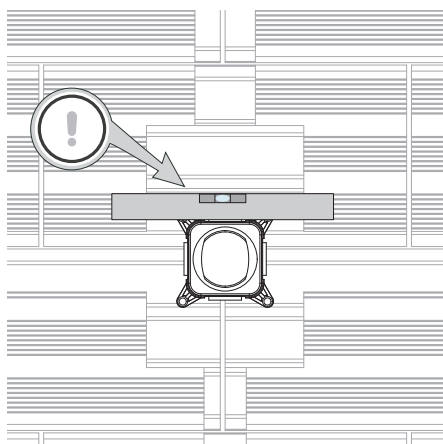
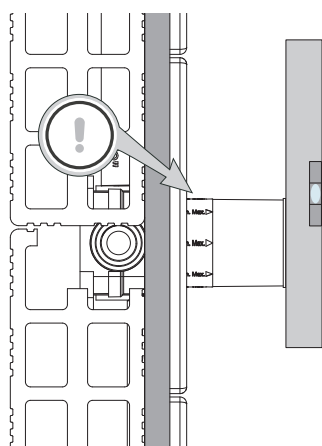
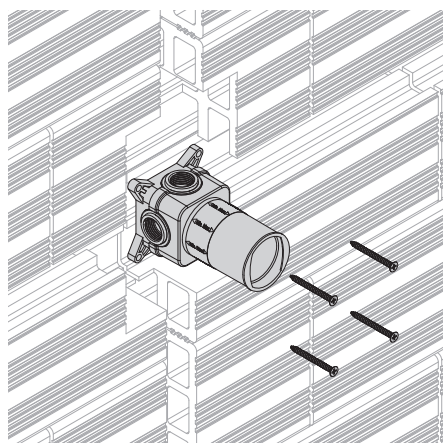

fig. 1
fig. 2
fig. 3
Posizionare il corpo incasso sul muro grezzo verificando che il corpo sia perfettamente in bolla (fig.1). Verificare che le quote della parete finita rientrino nelle misure MIN e MAX indicate sul rubinetto (fig.2). Nel caso si verifichi che la quota finita della parete sia superiore alla quota MAX, inserire uno spessore sotto la base di fissaggio del corpo incasso raggiungendo la quota indicata. Nel caso in cui si verifichi che la quota finita della parete sia inferiore alla quota MIN, fare un incasso sulla parete raggiungendo la quota indicata. Procedere con il fissaggio del corpo con le viti incluse nella confezione (fig.3).
Place the built-in part on the unfinished wall, making sure the concealed valve is level (fig.1) Verify that the measurement of the finished wall are within the MIN and MAX measurements indicated on the tap (fig.2). If the finished wall measurement is greater than the MAX measurement, fit a spacer under the fixing base of the concealed valve to reach the indicated measurement. If the finished wall measurement is less than the MIN measurement, make a recess in the wall to reach the indicated measurement. (fig.3).
Positionner le corps à encastrement sur le mur brut en vérifiant que la dimension du mur fini soit comprise dans les dimensions MINI et MAXI indiquées sur le robinet (2). Dans le cas où la dimension finie du mur serait supérieure à la dimension MAXI, insérez une épaisseur sous la base de fixation du corps à encastrement pour atteindre la dimension indiquée. Dans le cas où la dimension finie du mur serait inférieure à la dimension MINI, faire un renforcement dans le mur pour atteindre la dimension indiquée. Procéder à la fixation du corps avec les vis incluses dans le paquet (fig.3).
Den Einbaukörper an der unverputzten Wand positionieren und dabei sicherstellen, dass er waagrecht ist (Fig. 1). Versichern Sie sich auch, dass sich die Maße der verputzten Wand innerhalb der auf dem Hahn angegebenen MIN. und MAX.-Maße bewegen (Fig. 2). Falls festgestellt wird, dass das Maß der verputzten Wand höher als das MAX.-Maß ist, ein Distanzstück unter die Befestigungsbasis des Einbaukörpers einfügen, um das angegebene Maß zu erreichen. Falls festgestellt wird, dass das Maß der verputzten Wand niedriger als das MIN.-Maß ist, eine Versenkung in der Wand vorsehen, um das angegebene Maß zu erreichen. Den Einbaukörper mit den vorhandenen Schrauben fixieren (Fig. 3).
Colocar el cuerpo empotrado en la pared controlando que esté perfectamente nivelado (fig. 1). Controlar que las medidas en la pared acabada respeten las medidas MÍNIMA y MÁXIMA indicadas en el grifo (fig. 2). Si la medida final de la pared supera la medida MÁXIMA, hay que insertar un espesor debajo de la base de fijación del cuerpo empotrado hasta alcanzar la medida indicada. En el caso de que la medida final de la pared sea inferior a la medida MÍNIMA, hay que realizar un hueco en la pared hasta alcanzar la medida indicada. Fijar el empotre con los tornillos suministrados (fig. 3).
Установить встроенную часть на необработанную стену, убедившись, что встроенная часть расположена идеально ровно (рис.1). Проверите, чтобы отметка готовой стены с отделкой не выходила за пределы контрольных отметок MIN и MAX, указанные на смесителе(рис.2). Если обнаружится, что отметка готовой стены меньше минимальной, сделать углубление в стене, достигнув требуемой отметки. Зафиксировать встроенную часть винтами, которые идут в комплекте(рис.3).